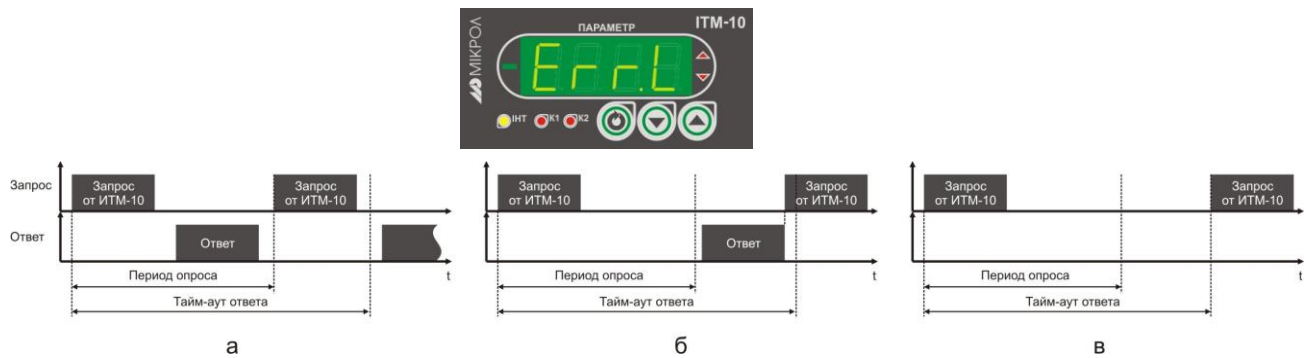

Рисунок 7.2 - Тимчасові діаграми приймання-передачі даних IMT-10 у режимі MASTER
- У параметрах 05, 06 задаються період опитування та тайм-аут відповіді відповідно. Період опитування визначається в межах 10-10000мс. При нормальній роботі за цей період прилад повинен встигнути передати запит і прийняти відповідь (рис.7.2.а). Після закінчення періоду йде наступний запит. Таким чином, кожен період ІТМ-10 отримуватиме дані від запитуваного приладу. Якщо під час періоду опитування відповідь не надходить, посилка наступного запиту очікується до закінчення часу тайм-ауту відповіді. Якщо відповідь прийде до закінчення тайм-ауту, то відразу після отримання буде відправлено наступний запит (рис.7.2.б). Якщо відповіді не буде до закінчення таймауту, тоді буде наступний запит (7.2.в) і при цьому світлодіод ІНТ горітиме до моменту отримання відповіді. Після п'яти тайм-аутів з неотриманою відповіддю на дисплеї буде виведено повідомлення про помилку: